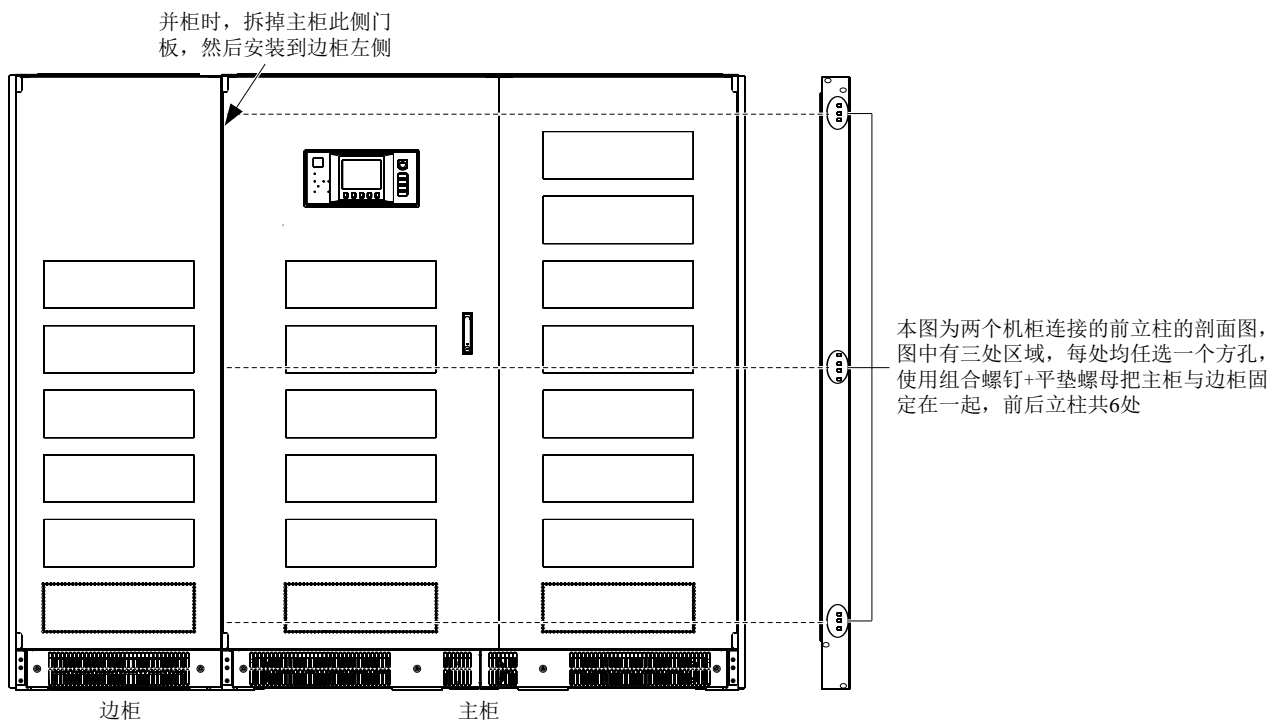

图2-11 400kVA UPS (6脉) 并柜机械连接 (正视图)
4. 安装立柱连接螺钉 (M12 螺钉，附件)，前后共 6 处，如图 2-11 所示。